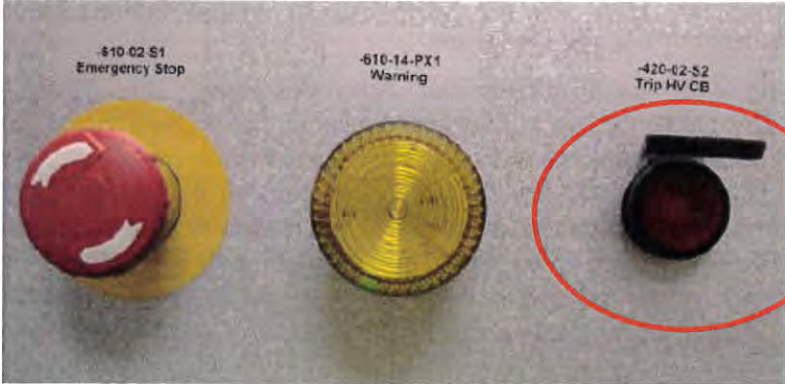

Abbildung 6: Auslösetaster Leistungsschalter am Steuerschrank
- Abbildung 6: Auslösetaster Leistungsschalter am Steuerschrank